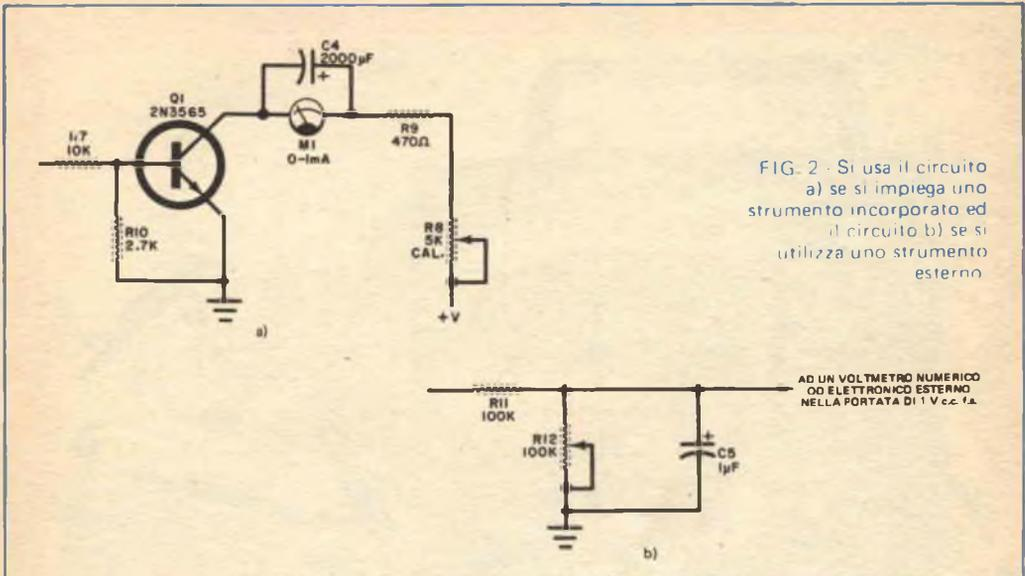

FIG. 2 - Si usa il circuito a) se si impiega uno strumento incorporato ed il circuito b) se si utilizza uno strumento esterno
Un altro tipo di condensatore fisso miniaturizzato da 2 pF con elettrodi in ottone placcato e dielettrico in politetrafluoroetilene è illustrato nella fig. 2. Questo condensatore, unitamente all'alta tenuta dielettrica (tensione limite: 3 kV), presenta un basso coefficiente termico (+50 ppm/°C), ossia una scarsa influenza sulla capacità delle variazioni di temperatura.
Nel capacimetro illustrato nella fotografia, la durata degli impulsi d'uscita viene misurata dal circuito riportato nella fig. 2-a, in cui l'indicatore è un milliamperometro. Q1 viene usato come commutatore in saturazione, mentre R8 serve per calibrare lo strumento. Poiché questo indica la corrente continua che circola attraverso Q1 e poiché l'entità della corrente continua è direttamente proporzionale alla durata degli impulsi, lo strumento può essere tarato direttamente in capacità. Il condensatore C4 viene usato per integrare gli impulsi c.c. che appaiono ai capi dello strumento; esso elimina quindi la componente c.a.
Il circuito della fig. 2-b si usa quando per la lettura, invece di M1, viene impiegato un voltmetro numerico od elettronico esterno (nella portata 1 V c.c. f.s.). In questo circuito, R11 e R12 formano un partitore di ten-
FIG 2 - Nel particolare in alto di questa figura è illustrato il circuito stampato in grandezza naturale; nel particolare in basso è invece visibile la disposizione dei componenti da montare sul suddetto circuito.
**Costruzione ed uso** - Poiché nel filtro attivo VCVS vengono usati circuiti integrati, si consiglia di eseguire il montaggio su un circuito stampato del tipo di quello illustrato in grandezza naturale nella fig. 2, nella quale è pure indicata la disposizione dei componenti. Tuttavia, se si usano zoccoli per i circuiti integrati, il filtro si può anche montare facilmente su una basetta fenolica perforata. Il filtro può essere usato in tutti i casi in cui si desidera il filtraggio della banda vocale. Per ricevitori ad onde corte, l'uscita per cuffia può essere introdotta all'entrata del filtro ed all'uscita del filtro può essere collegata una normale cuffia ad alta impedenza. Il filtro può anche essere installato in modo permanente tra il rivelatore e l'amplificatore d'uscita audio del ricevitore.